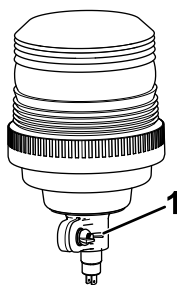

Figura 17
- Afloje la tuerca de orejeta en la baliza (Figura 17).